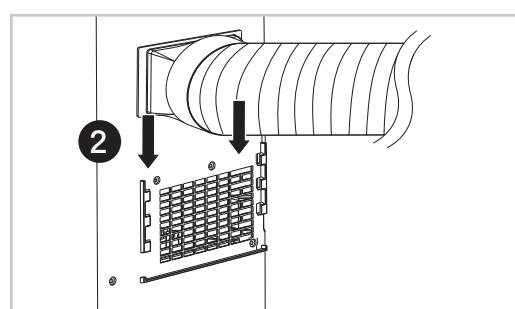

Rys. 1
5. Jak pokazano na Rys. 1, zamontować wąż i odpowiednio wyregulować położenie urządzenia względem okna.